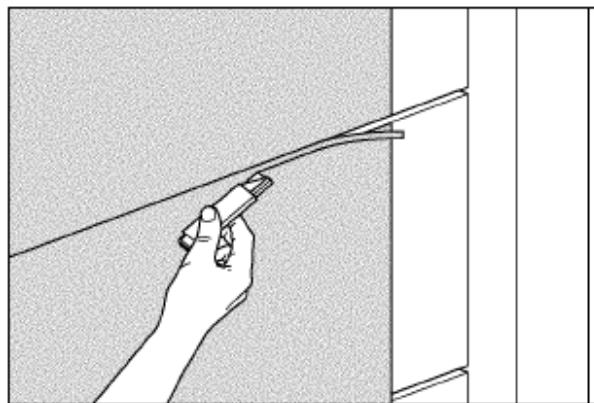

Рис. 27. Отрезание пленки в местах складывания
5. Держа лезвие под углом 45° к поверхности, отрезать пленку вдоль краев обеих планок на каждом сгибе подъемной двери. Удалить узкую полоску лишней пленки. См. Рис. 27.